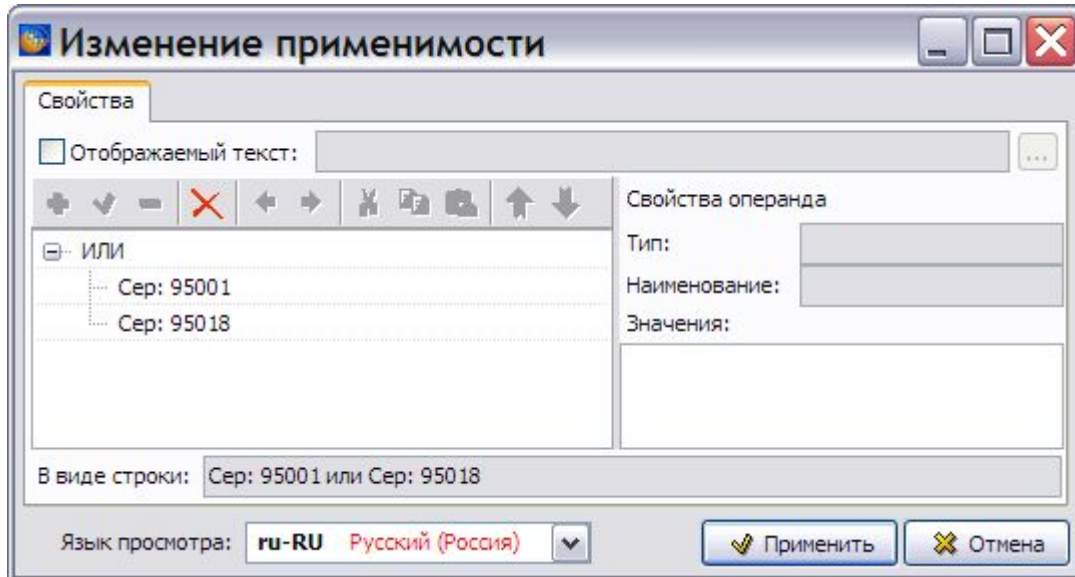

Рис. 10.61
4. Нажмите на кнопку **Заменить...** или в меню **Обработка** выберите команду **Заменить...**. При этом появится окно **Изменение применимости** (Рис. 10.61).